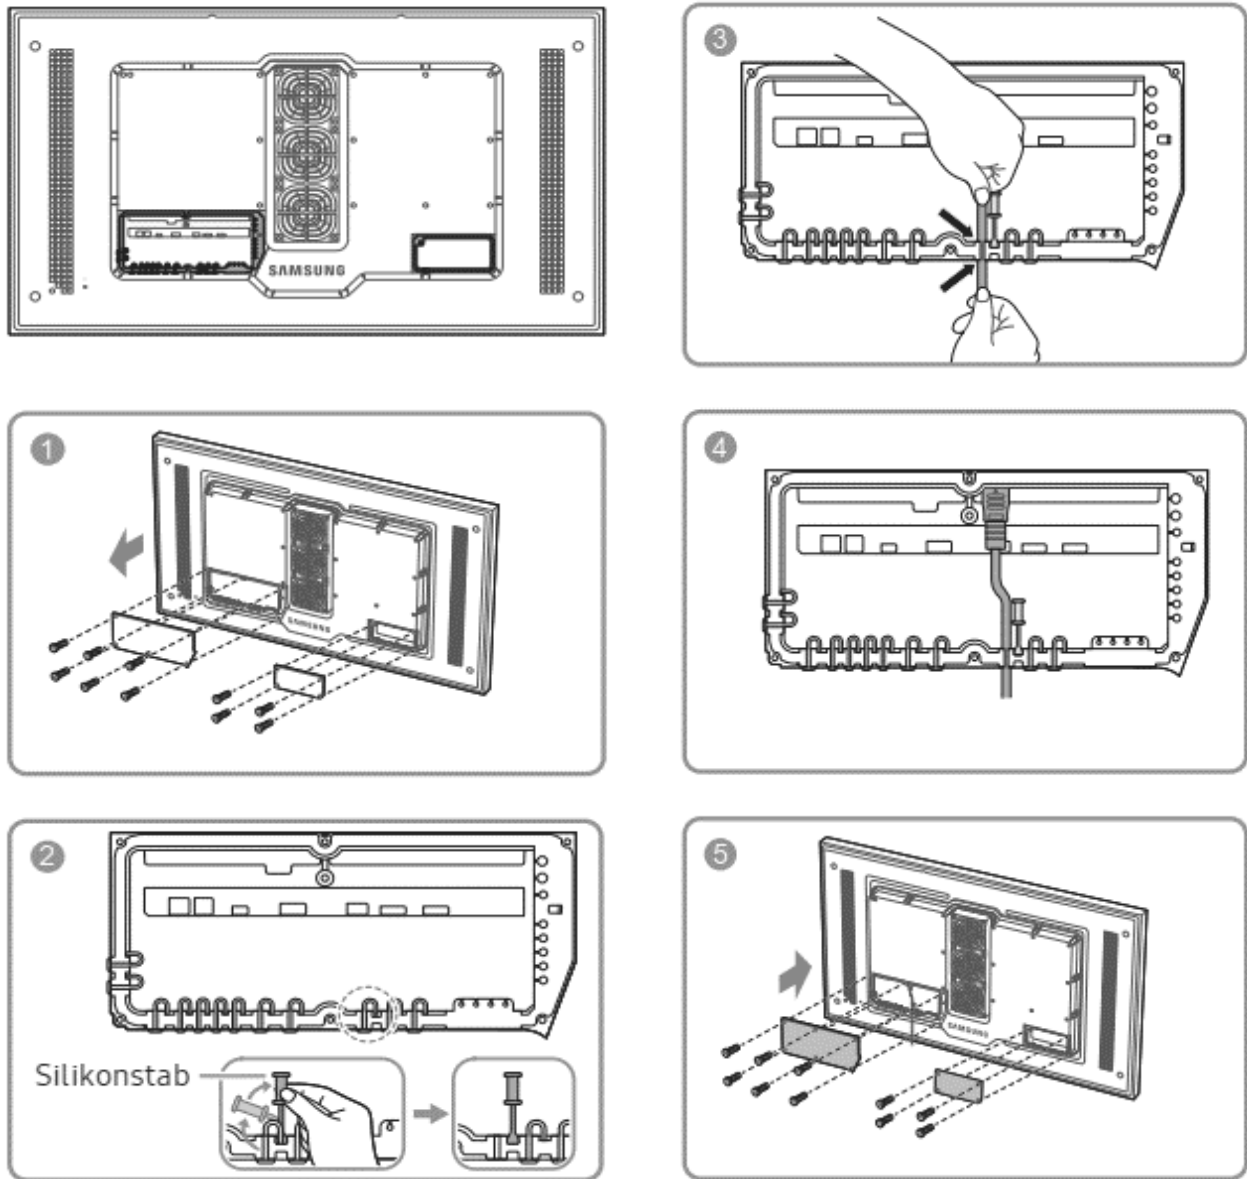
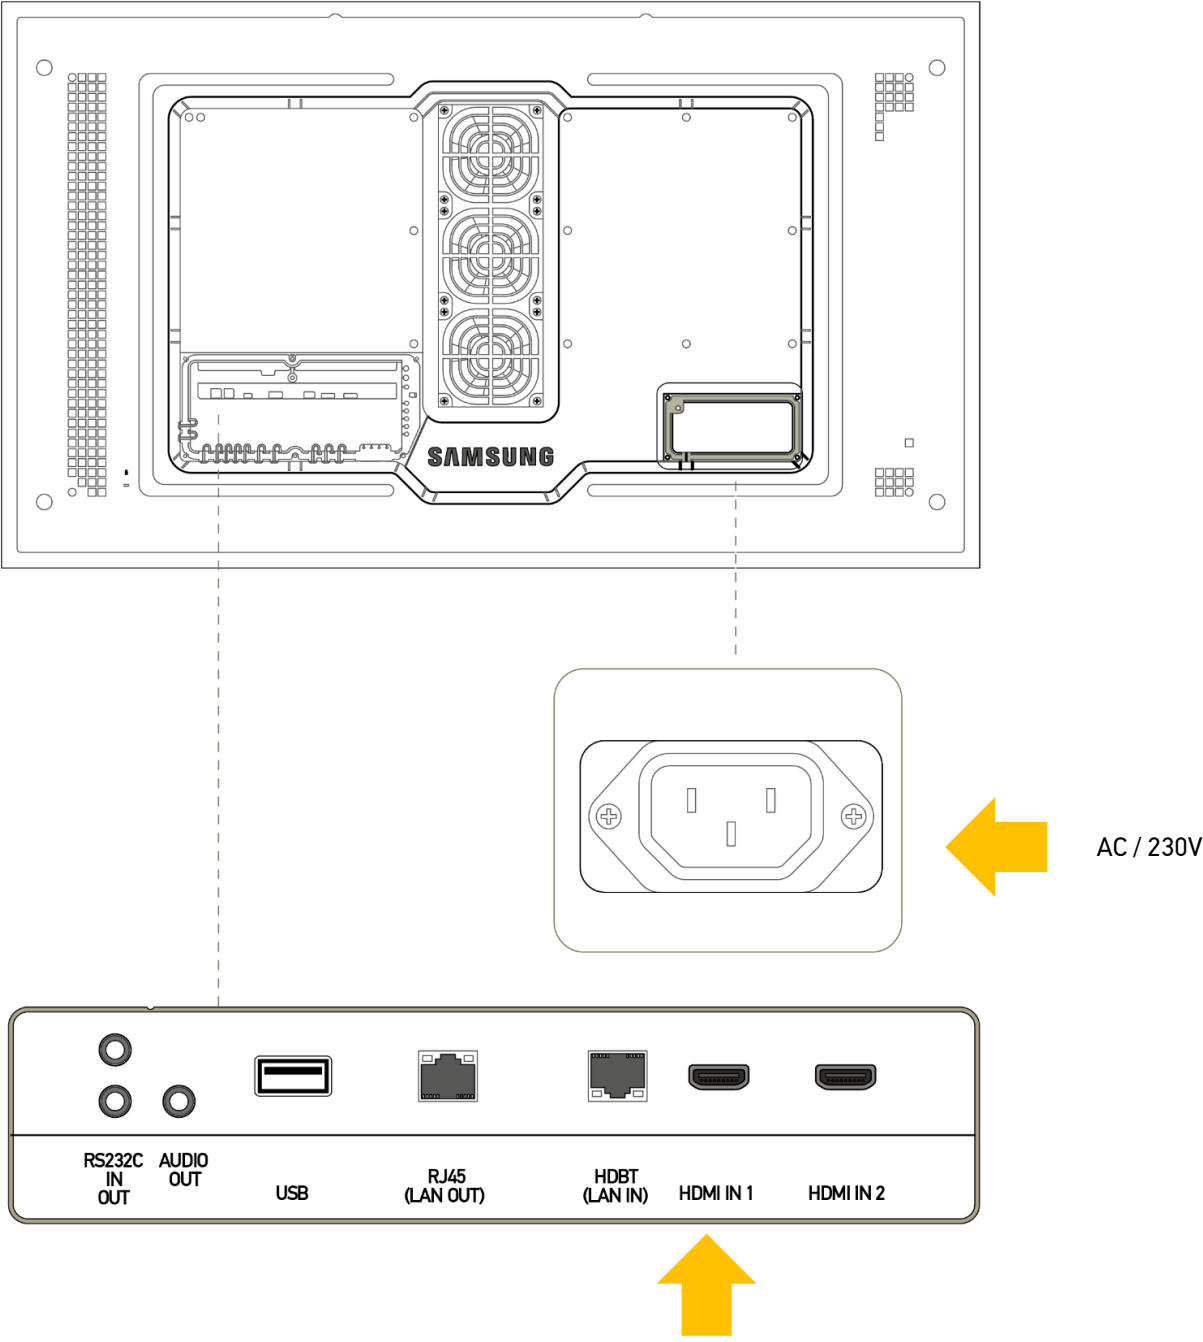

Abbildung 12 - Öffnen der Anschlussabdeckungen
Abbildung 13 - Display-Anschlüsse
- 9) Schließen Sie das mitgelieferte Glasfaser-HDMI Kabel am Bildschirm an. Öffnen Sie hierzu die Abdeckung an der unteren rechten Bildschirmseite. Das Kabel kann entweder zu einer wassergeschützten Steckdose geführt werden, oder das Kaltgerätekabel und die Zuleitung kann z.B. mit WAGO® Klemmen verbunden werden und innerhalb der Abdeckung vor Regen und Feuchtigkeit geschützt werden. Führen Sie das Kabel ebenfalls durch die Dichtung und verschließen Sie die Abdeckung. (siehe Abbildung 12 - Öffnen der Anschlussabdeckungen und Abbildung 13 - Display-Anschlüsse)